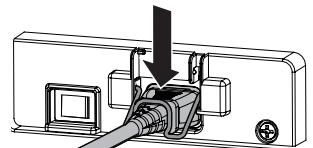

Fig.4
- Pour fixer le cordon d'alimentation, appuyez sur le support de cordon d'alimentation jusqu'à ce que son extrémité s'enclenche sur le cordon d'alimentation. (Fig. 4)